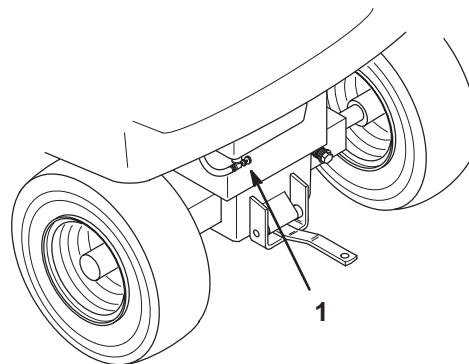

Bild 38
2. Schliessen Sie den Kraftstoffhahn am Kraftstofftank (Bild 38 u.39).
- Schliessen Sie den Kraftstoffhahn am Kraftstofftank (Bild 38 u. 39).
- Öffnen Sie den Kraftstoffhahn am Kraftstofftank (Bild 38 u. 39).